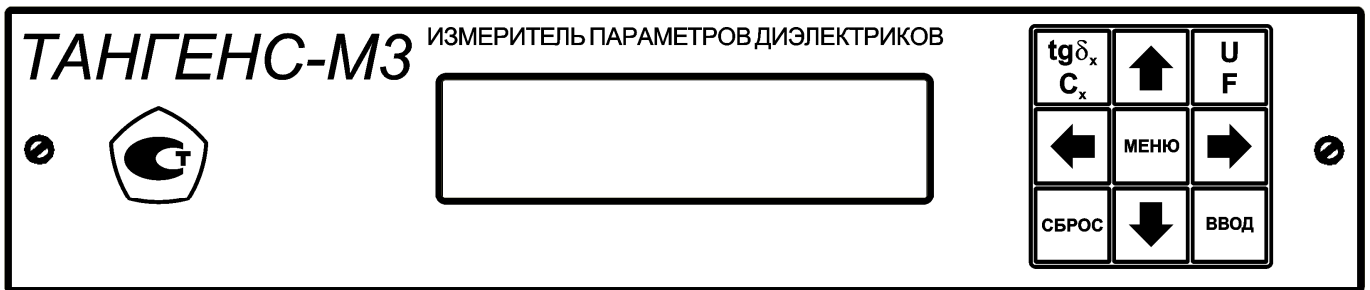

Рисунок 3. Внешний вид передней панели измерителя
8.2.2. Пленочная клавиатура расположена на передней панели измерителя (см. рисунок 3) и предназначена для управления его работой. В ее состав входят клавиши: « $tg\delta_x$ »; « $\uparrow$ »; « $\frac{U}{F}$ »; « $\leftarrow$ »; «МЕНЮ»; « $\rightarrow$ »; «СБРОС»; « $\downarrow$ »; «ВВОД».